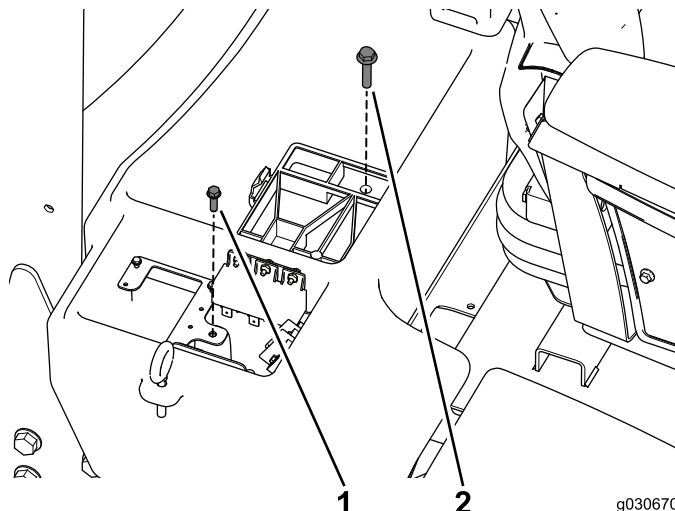

Bild 3
4. Entfernen Sie die Schrauben, mit denen die Kabelbaumplatte und das Batteriefach (**Bild 3**) befestigt sind, und legen sie zur Seite.